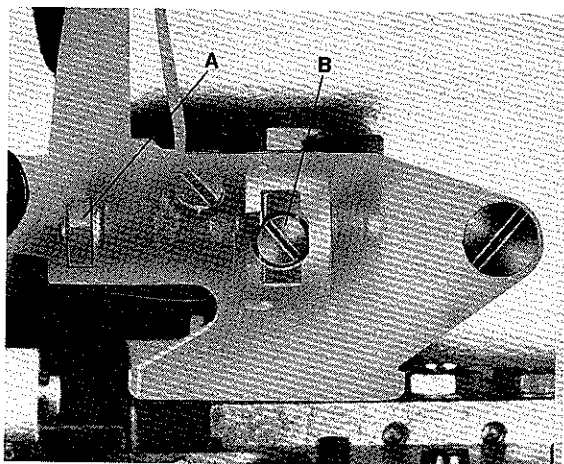

Fig. 43
The amount of spreader travel from extreme left to extreme right position can be increased or reduced if required. For adjustment loosen nut (A, Fig. 43), turning screw (B) clockwise reduces and turning it counterclockwise increases the amount of spreader travel. Each change of the amount of spreader travel necessitates to readjust the 5,6 mm (7/32 in.) dimension between the centerline of the left needle and the point of thread carrying notch of spreader.
Der Weg des Legers von der linken zur rechten Endstellung kann bei Bedarf, vergrößert oder verkleinert werden. Zur Einstellung lösen Sie die Mutter (A, Fig. 43), drehen der Schraube (B) im Uhrzeigersinn verkleinert und drehen im Gegen-uhreigersinn vergrößert den Legerweg. Ziehen Sie die Mutter (A) wieder an.